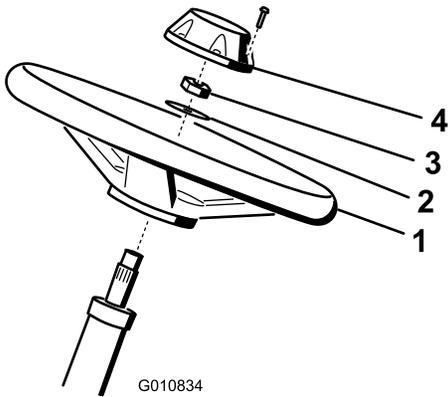

图4
1. 将方向盘滑入转向轴图4。
2. 将垫圈滑入转向轴图4。
4. 将中心盖安装到方向盘上并用 6 个螺栓固定图4。